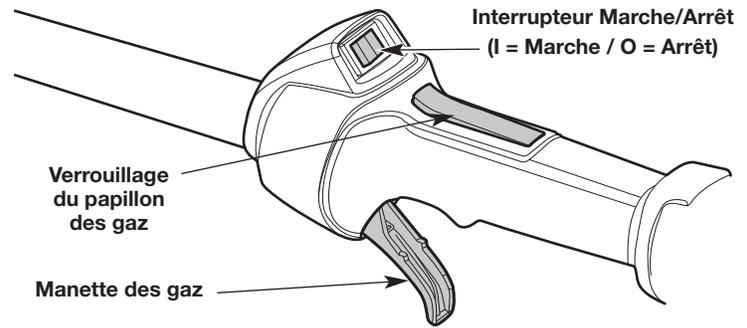

Fig. 7
REMARQUE : il n'est pas nécessaire de démarrer l'appareil. L'interrupteur de marche/arrêt est constamment en position de **Marche (I)** (Fig. 7).
REMARQUE : **APPUYER** et **MAINTENIR** le verrouillage du papillon des gaz, puis **SERRER** et **MAINTENIR** la commande des gaz pour **TOUTES** les autres étapes (Fig. 7).
6. Appuyez sur le bouton de verrouillage de la manette des gaz et maintenez-le enfoncé. Serrez et la manette des gaz et maintenez-la enfoncée (Fig. 7). Tirez sur la corde de démarrage en effectuant un mouvement contrôlé et ferme à **5 reprises** (Fig. 9).
2. Appuyez sur l'interrupteur de marche/arrêt et maintenez-le enfoncé en position **d'Arrêt (O)** jusqu'à ce que le moteur s'arrête complètement (Fig. 7).
REMARQUE : APPUYER et MAINTENIR le verrouillage du papillon des gaz, puis **SERRER et MAINTENIR** la commande des gaz pour **TOUTES** les autres étapes (Fig. 7).
6. Appuyez sur le bouton de verrouillage de la manette des gaz et maintenez-le enfoncé. Serrez et la manette des gaz et maintenez-la enfoncée (Fig. 7). Actionnez l'accessoire de démarrage électrique pendant 2 secondes.